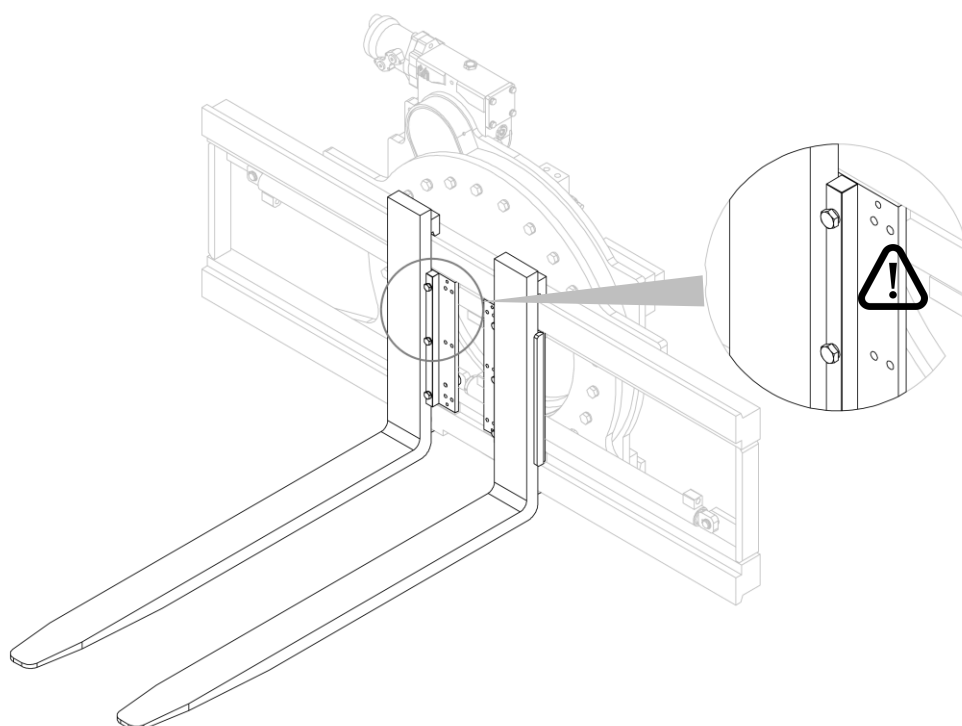

Figura 16
2. Inserire le forche e riavvitare i fermi forca (vedi *Figura 16*).